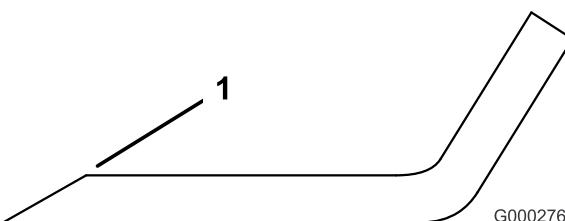

Figura 32
3. Inspeccione los filos de corte de todas las cuchillas. Afíle los filos de corte si están romos o tienen mellas. Afíle únicamente la parte superior del filo y mantenga el ángulo de corte original para asegurar un filo correcto (Figura 32). La cuchilla permanecerá equilibrada si se retira la misma cantidad de metal de ambos filos de corte.